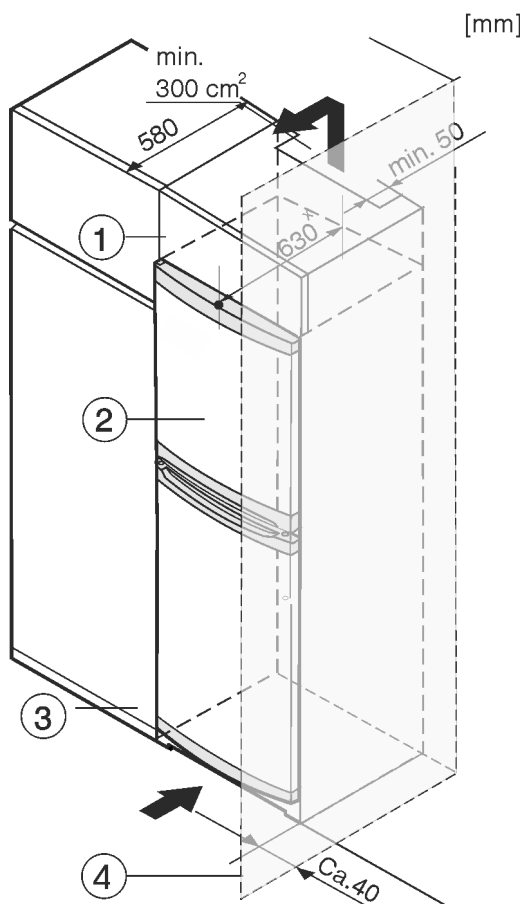

Fig. 8
- (1) Rehausse
- (2) Appareil
- (3) Placard de cuisine
- (4) Mur
L'appareil peut être intégré dans des meubles de cuisine. Pour adapter l'appareil Fig. 8 (2) à la hauteur du coin cuisine, une rehausse Fig. 8 (1) peut être posée sur l'appareil.
Lors de la transformation avec des placards de cuisine (profondeur max. 580 mm), le réfrigérateur peut être placé directement à côté du placard de cuisine Fig. 8 (3). Le réfrigérateur dépasse sur les côtés de 34 mm * et au centre du réfrigérateur de 50 mm * par rapport à la façade du placard.
Si le réfrigérateur est installé avec les charnières près d'une paroi *Fig. 8 (4)*, la distance entre le réfrigérateur et la paroi doit être d'au moins 40 mm. Cela correspond au dépassement de la poignée lorsque la porte est ouverte.